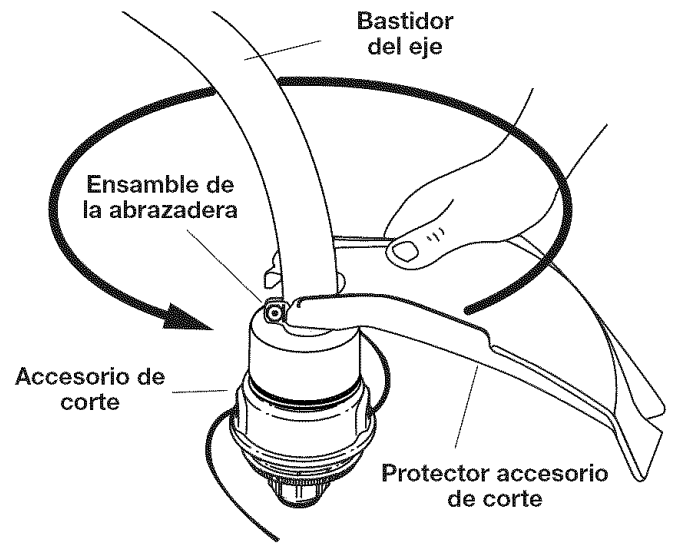

Fig. 4
1. Coloque el protector accesorio de corte encima del bastidor del eje sobre el ensamble de la abrazadera (Fig. 4).
2. Empuje el protector accesorio de corte hacia abajo hasta la parte superior del ensamble del accesorio de corte y luego gire el protector accesorio de corte 180°. Alinee los 4 orificios de los tornillos y acomode el protector accesorio de corte con firmeza en la cavidad cóncava (Fig. 4).